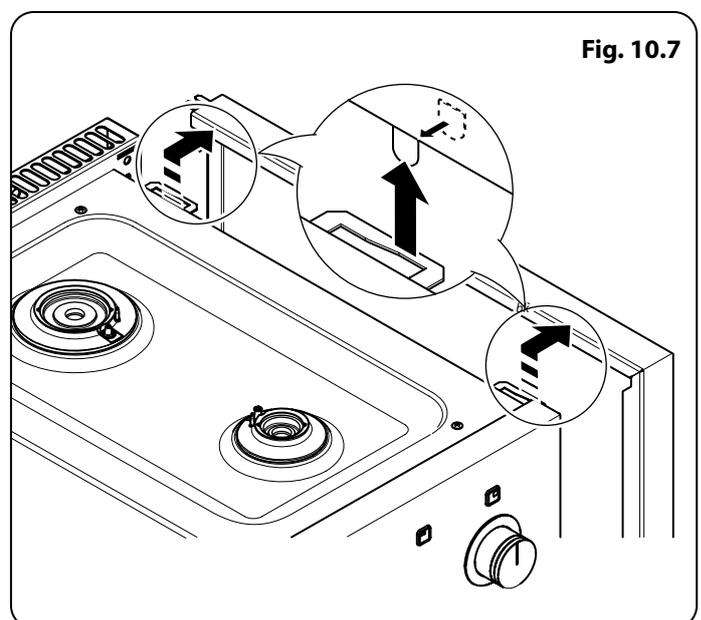

Fig. 10.7
3. Dans la partie supérieure du panneau latéral se trouvent deux ergots. Soulever le panneau latéral en l'éloignant de la cuisinière (Fig. 10.7).